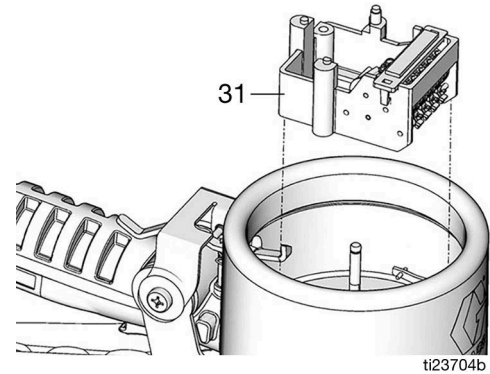

FIG. 31
1. Monter l'ensemble du compteur (31) (FIG. 31).